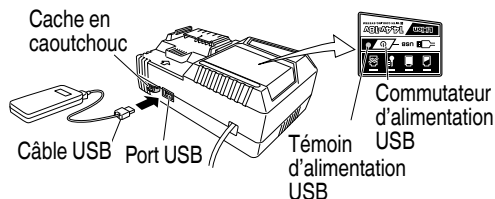

Fig. 7
- (2) Mettez le commutateur d'alimentation USB sur marche (Fig. 7)
- (3) Connectez le câble USB. (Fig. 7)
- Mettez le commutateur d'alimentation USB sur arrêt et débranchez le câble d'alimentation de la prise électrique. (Fig. 7)